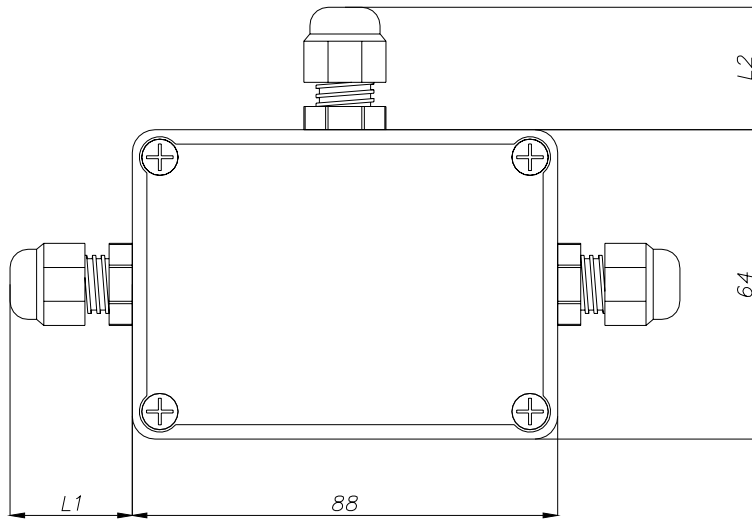

Рис. 4.2. РП-3-У Внешний вид и габариты.
- размеры L1, L2 (рис. 4.2) смотри таблицу 2.1;